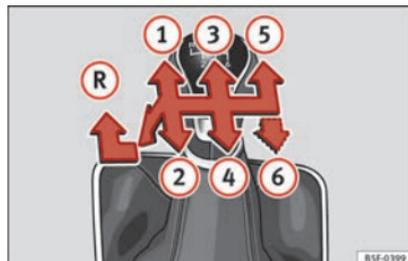

Fig. 42 Schéma d'une boîte mécanique 5 vitesses ou 6 vitesses.
Les positions des vitesses sont représentées sur le levier de vitesses » **fig. 42**.
- Au point mort, appuyez sur le levier de vitesses, déplacez-le complètement vers la gauche puis vers l'avant pour passer la marche arrière » **fig. 42 (R)**.